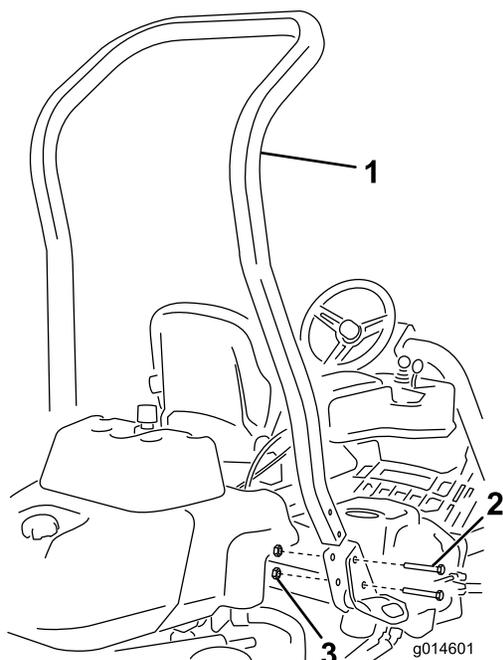

図 3
3. 機体の左右にあるポケットにROPSを差し込み、ボルト1/2 x 3-3/4インチ4本とフランジナット4本1/2インチで固定する 図 3。